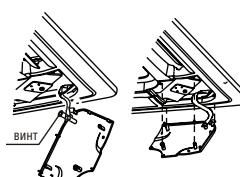

рис. 16
- а) Прикрепите провод монтажной заглушки к болту на ней (рис. 16, слева).
- б) Прикрепите заглушки к панели, слегка надавив на нее (рис. 16, справа).